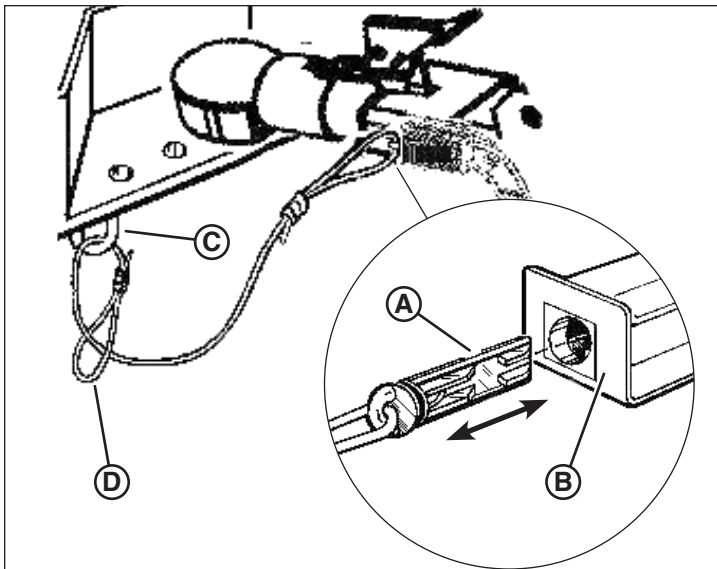

Figure 14
1. Sortir la goupille (A, Figure 14) du commutateur du dégagement de frein (B).
3. Acheminer la goupille dans la pochette de la chaîne de sécurité (C, Figure 14) puis dans la boucle du câble du dégagement de frein (D).